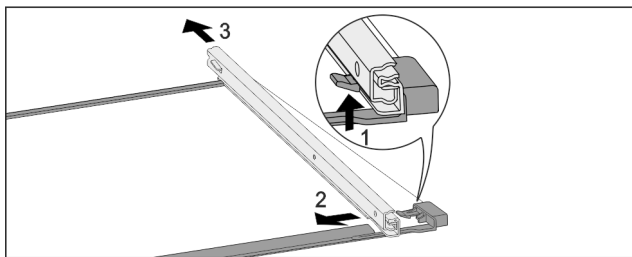

Fig. 159 Стеклопанель с направляющими
- ▶ Отожмите передний стопорный крючок вверх. Fig. 159 (1)
- ▶ Сдвиньте выдвижную направляющую в сторону Fig. 159 (2) и назад Fig. 159 (3).